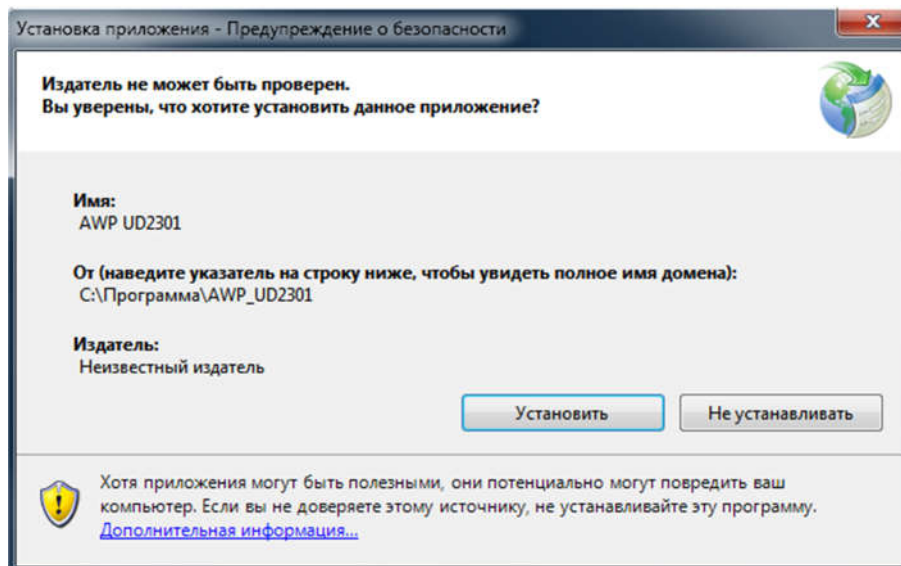

Рисунок 2.67 – Установка AWP UD2301
9. Установить программу для работы с прибором, для этого запустить файл (setup.exe) установки программы и нажать кнопку «УСТАНОВИТЬ» (рис. 2.67).